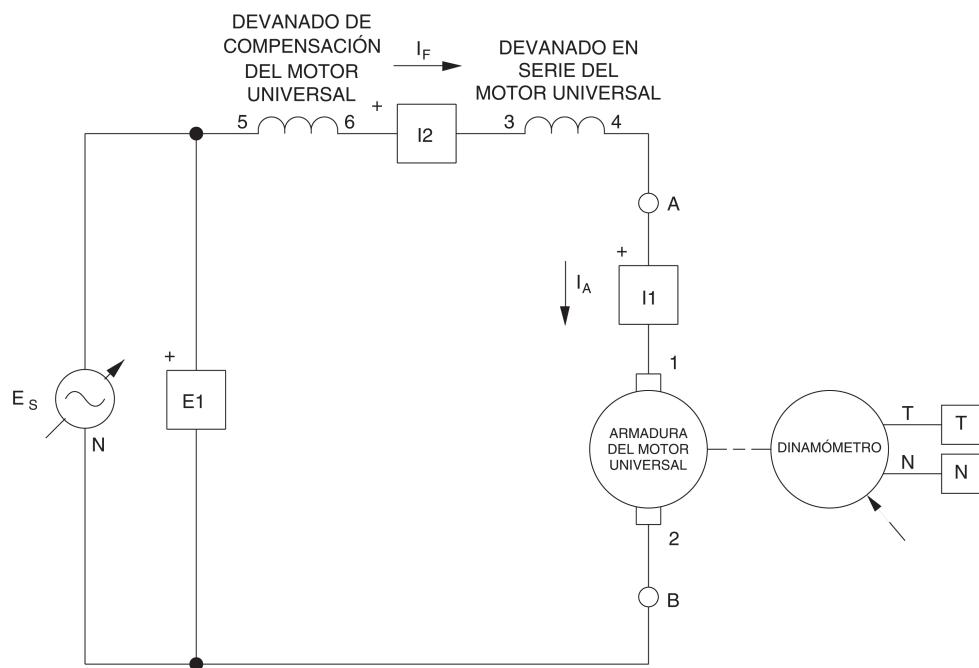

Figura 3-13. Motor universal con alimentación CC (con devanado de compensación) acoplado al Dinamómetro.
- 22. Modifique las conexiones para conectar el devanado de compensación del Motor universal, como lo muestra la Figura 3-13.
Usted puede obtener la característica velocidad en función del par de un motor universal (con devanado de compensación) alimentado por una fuente c.a.. Para lograrlo, asegúrese de que la Fuente de alimentación esté apagada y monte el circuito del motor universal de la Figura 3-13. En el Motor de impulsión / Dinamómetro, asegúrese de que los selectores MODO, MODO CONTROL DE CARGA y VISUALIZADOR estén ajustados en las posiciones DIN., MAN. y PAR (T), respectivamente y que la perilla CONTROL DE CARGA se encuentre en la posición MÍN. (completamente hacia la izquierda). En la aplicación Aparatos de Medición, asegúrese de que los medidores E1, I1 e I2 estén en modo c.a. y que la función para corregir el par T se encuentre activada. Borre los valores (si quedan) registrados en la tabla de datos. Encienda la Fuente de alimentación y ajuste el voltaje E_s de la fuente c.a. con el voltaje nominal del Motor universal. En el Motor de impulsión / Dinamómetro, regule la perilla CONTROL DE CARGA para que el par indicado por el visualizador del módulo pase de 0 N·m (0 lbf·plg) a 2,0 N·m (18,0 lbf·plg), con incrementos de 0,2 N·m (2,0 lbf·plg). Para cada valor del par, reajuste la perilla de control de voltaje de la Fuente de alimentación para que el voltaje E_s de la fuente se mantenga con el valor ajustado previamente. Luego, espere hasta que la velocidad del motor se stabilice y registre los valores en la Tabla de Datos. Una vez hecho lo anterior, apague la Fuente de alimentación. Luego, edite la tabla para guardar sólo los valores de la velocidad n, el par T, la corriente de armadura I_A y el voltaje E_s de la fuente. Titule la tabla de datos DT321. Trace un gráfico de la velocidad (obtenida del medidor N) en función del par (obtenido del medidor T) y titule dicho gráfico G321. Compare la característica velocidad en función del par del motor universal (gráfico G321) con la del motor c.c. serie (gráfico G223 del Ejercicio 2-2).